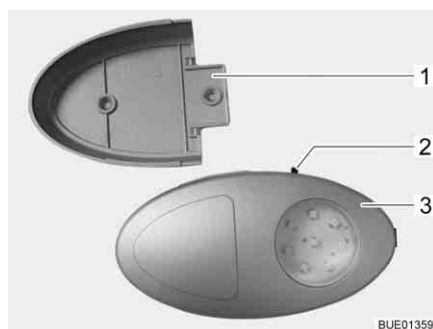

Fig. 64 Luce armadio guardaroba
- ▷ È possibile estrarre la luce armadio guardaroba dal supporto a vite (Fig. 64,1) e utilizzarla come torcia elettrica.
L'interruttore di accensione/spegnimento (Fig. 64,2) è montato direttamente sulla luce armadio guardaroba (Fig. 64,3).